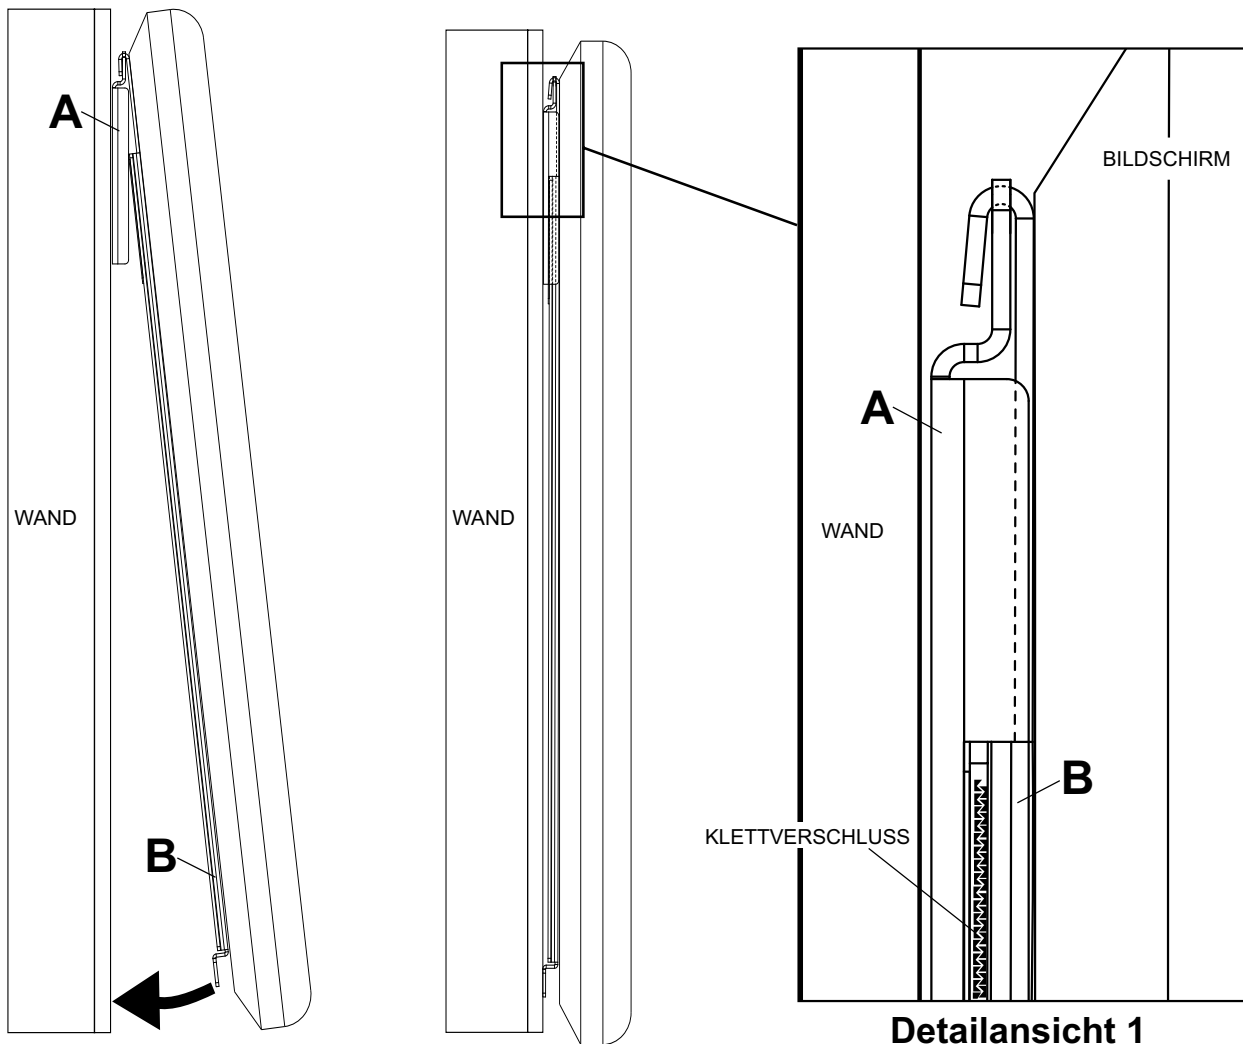

Abbildung. 3.1
**3** Setzen Sie die Haken der Adapterhalterungen (B) auf den Flansch der Wandplatte (A). Schwenken Sie den Bildschirm dann langsam wie in Abbildung 3.1 dargestellt in Richtung Wand. Drücken Sie vorsichtig auf den Bildschirm, um sicherzustellen, dass der Klettverschluss wie in Detailansicht 1 dargestellt geschlossen ist.